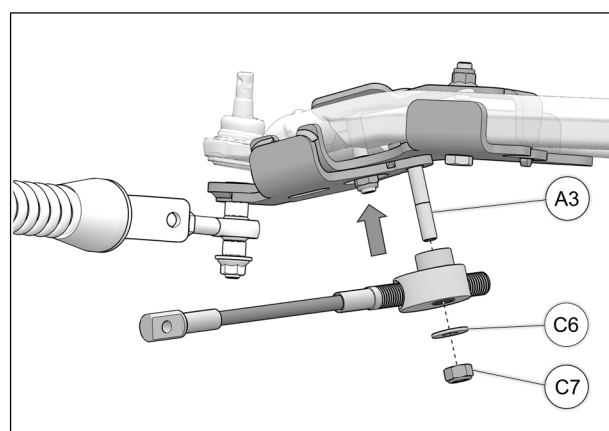

Fig. 23
15. Positionner le câble limiteur de conduite assemblé sous l'ancrage et installer au boulon (**A3**) inséré à l'étape 5. Utiliser la rondelle (**C6**) et l'écrou (**C7**) pour fixer le câble limiteur de conduite en place. Serrer l'écrou à 50 Nm [37 lb•pi]. Voir Fig. 23